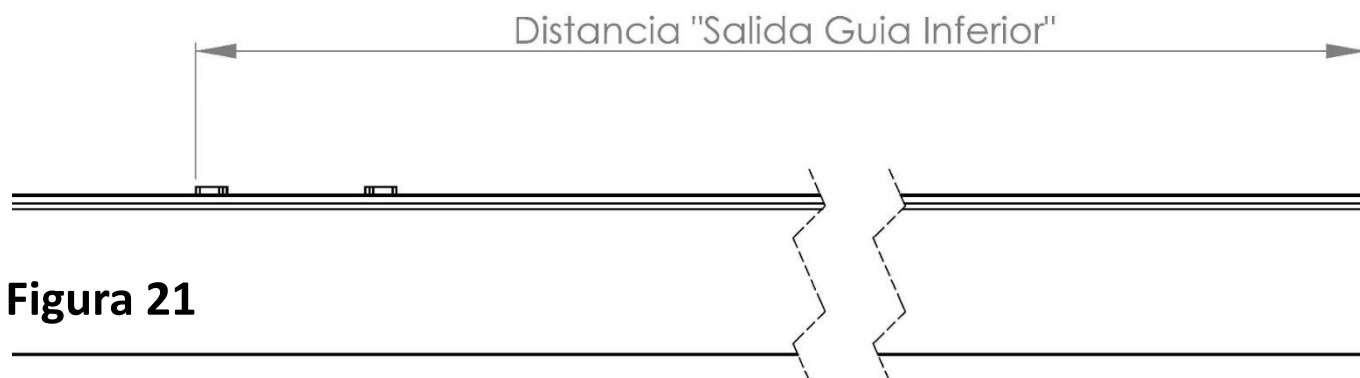

Figura 21
- Colocar la pieza Salida Guía Inferior en el carril inferior en la cota que se indica en la hoja de mecanizado del proyecto como DISTANCIA PARA EL BRAZO-SALIDA GUÍA INFERIOR, en la parte interior o exterior según sea la apertura del sistema (Figura 21).